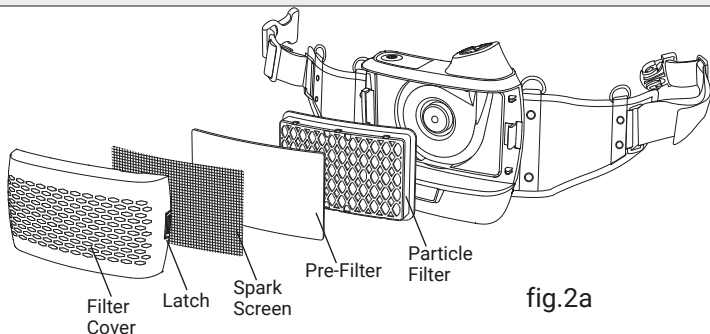

fig.2a
- Bitte installieren Sie den Partikelfilter gemäß Abb.2a.